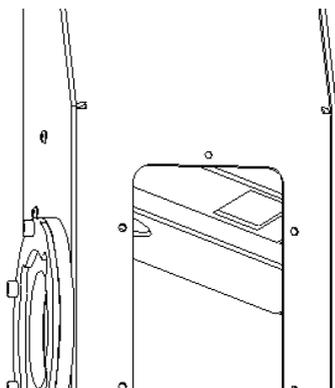

Figure 51 – Déflecteurs à l'intérieur de la boîte à fumées.
- A l'intérieur de la boîte à fumée (Figure 51) se trouvent deux déflecteurs de fumée qu'il sera nécessaire de démonter pour obtenir un bon nettoyage.